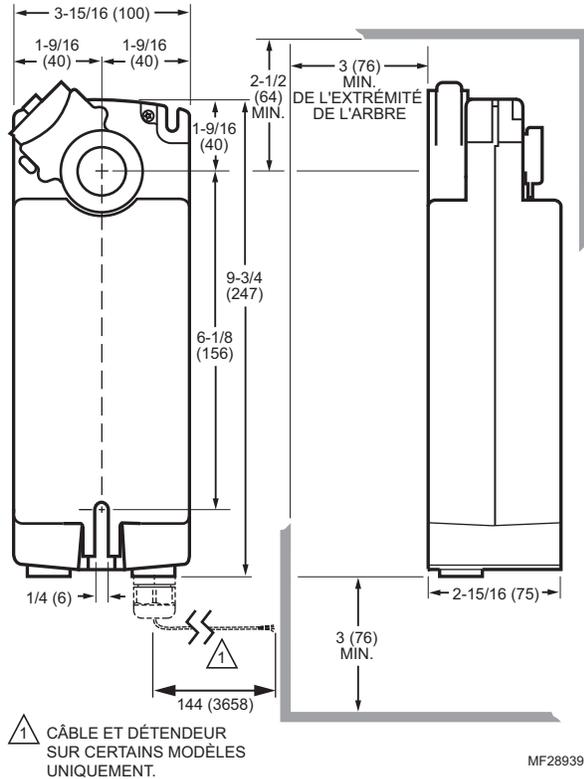

Fig. 1. Schéma dimensionnel de l'actionneur en po (mm).
**Dimensions :** Voir la Fig. 1.